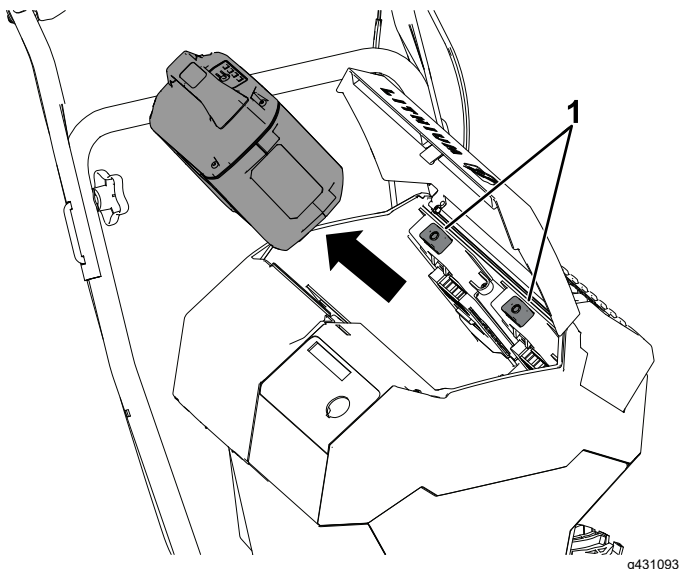

Bild 18
2. Drücken Sie die Verriegelung des Akkupacks, um den Akkupack zu lösen und zu entfernen (Bild 18).